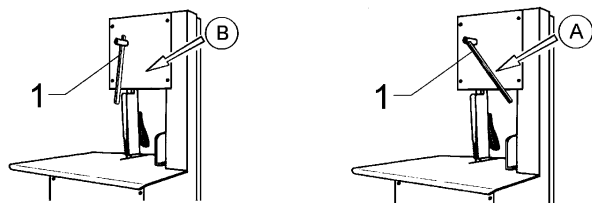

Fig. 7.6.1
- Tendre la lame en tournant le levier et en le plaçant sur la position "A" (Fig.7.6.1).
7.6.1 Réglage de la tension de la lame (Fig. 7.6.1)
Avec le levier sur la position "A" (Fig. 7.6.1) la lame est tendue.